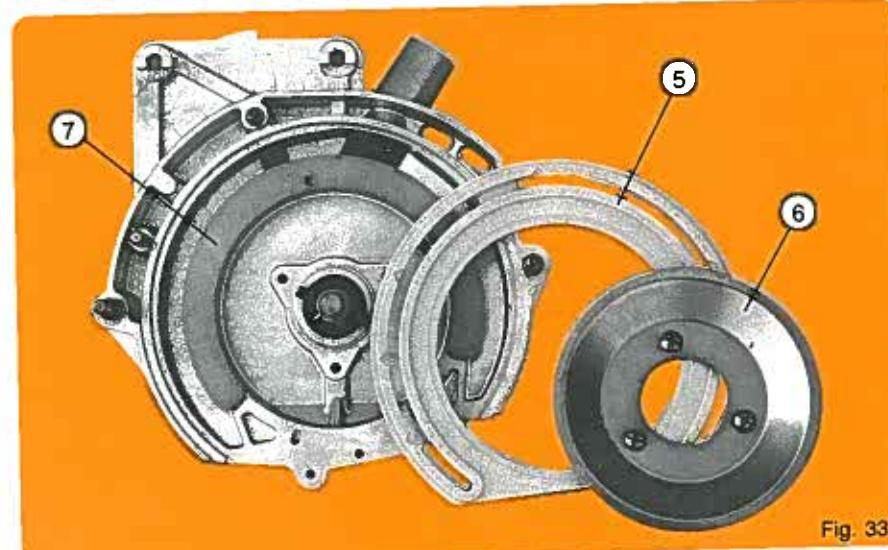

Fig. 33
Maintenue extérieurement dans une gorge et bloquée par la cuvette (6) et ses 3 boulons, la nouvelle couronne devra être positionnée avec attention en prenant soin à ce que les crans du secteur d'appui (7) (fig. 33) et de la couronne soient bien en place dans leur logement.
The wear gasket is positioned externally in a groove and held by the cup (6). Its 3 bolts should be positioned with care making sure that the stub (fig. 33) of the wear gasket is properly positioned in the hole of the housing.
Der neue Kranz ist äußerlich in einer Rille befestigt und durch die Schale (6) und durch 3 Schrauben befestigt. Dabei ist darauf zu achten, daß die Raster des Stützringes (Abb. 33) und des Kranzes richtig in ihrem entsprechenden Sitz eingelegt sind.
Manteneda exteriormente en una garganta y bloqueada por la cubeta (6) y sus 3 pernos, se colocará la nueva corona con cuidado asegurándose de que las muescas del sector de apoyo (7) (fig. 33) y de la corona estén colocadas correctamente en sus alojamientos.